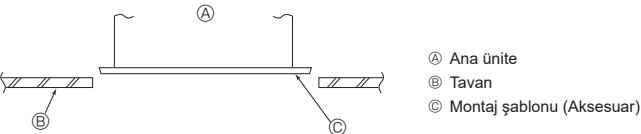

Fig. 4-7
4.6. Ana ünitenin konumunun doğrulanması ve askı civatalarının sıkılması (Fig. 4-7)